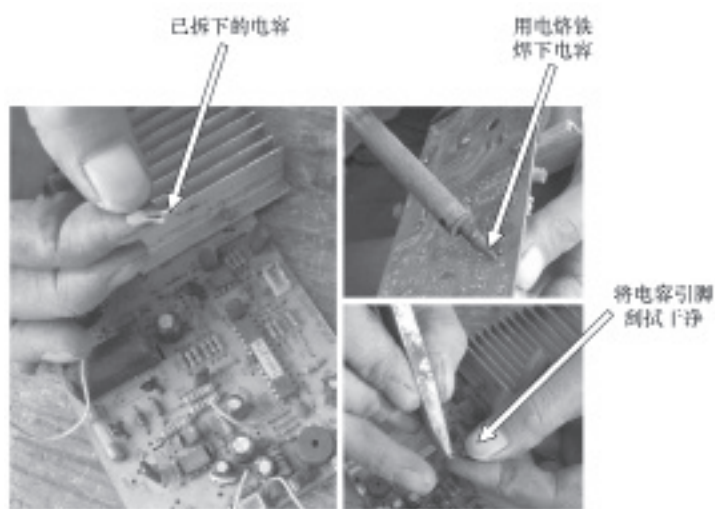

图 2-38 拆下电容
1) 将待测普通固定电容器从电路板上卸下，如图 2-38 所示，并去除两端引脚上的污物，以确保测量时的准确性。